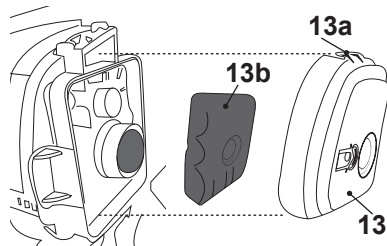

Fig. 30
2. A continuación, pulse el pasador de apertura (13a) hacia abajo para soltar y retirar la tapa del filtro de aire (13) (fig. 30).
5. Ponga la tapa del filtro de aire (13) y compruebe que el pasador de apertura (13a) queda bien colocado.